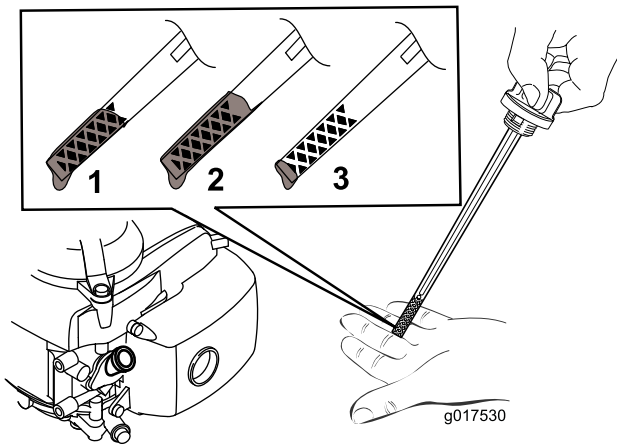

Figura 5
2. Retire a vareta do óleo (Figura 5).
Nota: Encha o cárter do motor com óleo até a vareta indicar que o nível de óleo do motor está correto, como indicado em Figura 5. Se encher demasiado o motor com óleo, retire o óleo em excesso, como indicado em Substituição do óleo do motor \(página 16\).